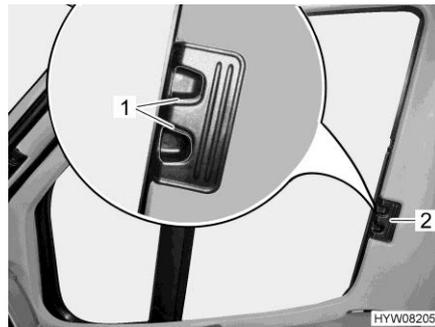

Fig. 59 Dispositif occultant plissé (fenêtre côté conducteur/passager)
- Presser les poignées de déverrouillage (Fig. 59,1) et les maintenir pressées.
- Tirer les dispositifs occultants plissés pour les fenêtres côté conducteur et côté passager par la poignée (Fig. 59,2) vers l'autre côté de la fenêtre et les rassembler au niveau de la piste magnétique.
- Pousser les dispositifs occultants plissés pour les fenêtres côté conducteur et côté passager jusqu'à la butée au niveau de la poignée (Fig. 59,2).
- Lâcher les poignées de déverrouillage (Fig. 59,1) et les faire s'enclencher.